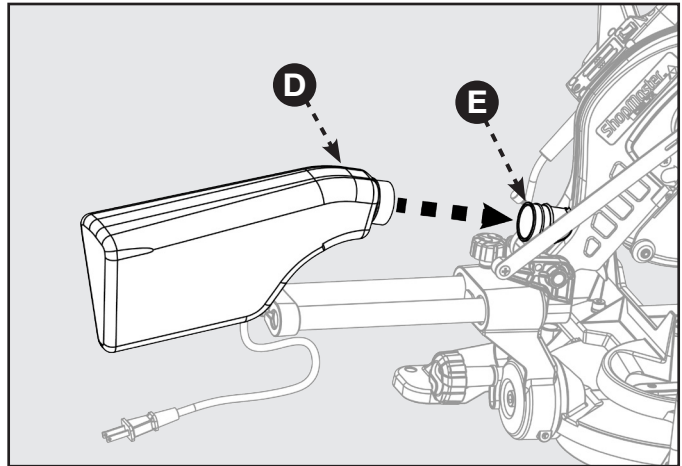

FIGURE 7
L'outil comprend un sac à poussière qui s'attache par-dessus l'orifice d'échappement sur le protège-lame supérieur. Pour installer, faites glisser le collier en plastique (D) du sac à poussière sur l'orifice de poussière (E). Voir la figure 7.